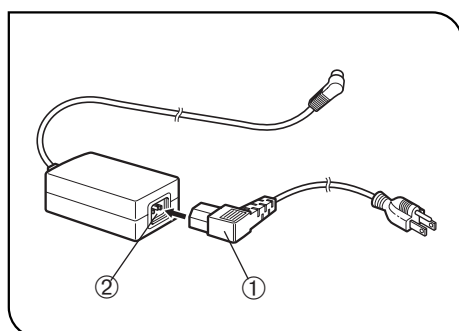

Рис. 24
1. Прочно вставьте соединитель ① шнура питания в входное гнездо ② адаптера переменного тока (рис. 24).